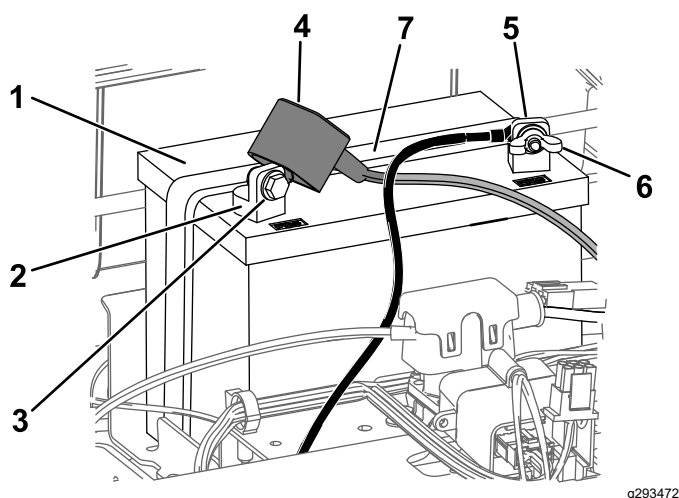

Figura 48
4. Deconectați cablul negativ (negru) de legare la masă de la suportul bateriei (Figura 48).
6. Deconectai cablul pozitiv (rou) de la borna bateriei (Figura 48).
7. Scoatei elementul de fixare a bateriei (Figura 48) și ridicai bateria din compartimentul său.
1. Amplasați bateria în compartimentul său (Figura 48).
5. Fixați bateria cu elementul de fixare (Figura 48).